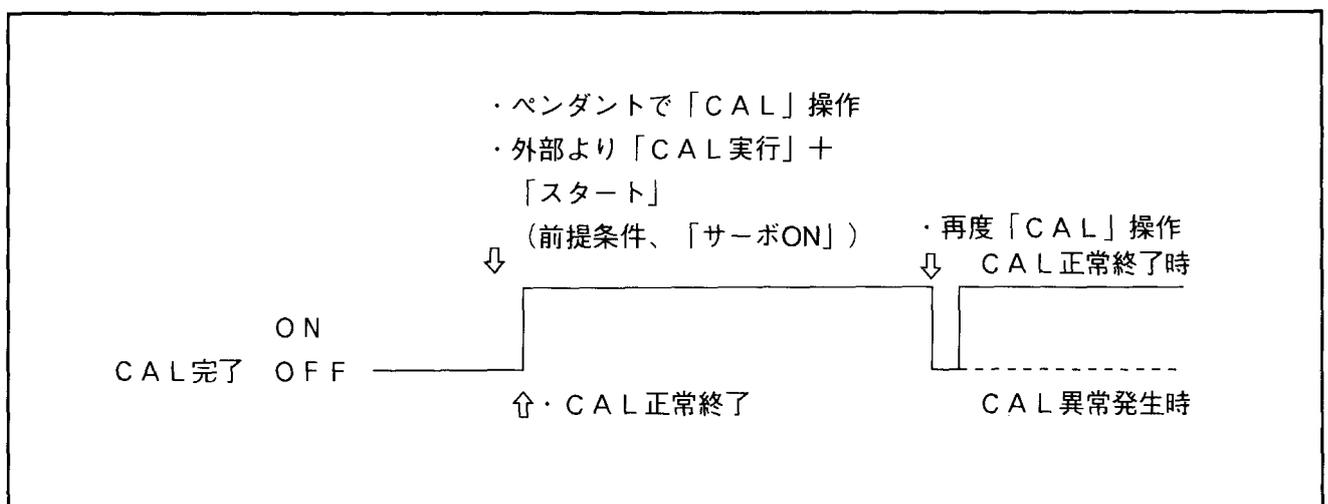

図3-11 CAL完了出力
①MCオペレーションまたはティーチングペンダントによる「CAL」操作。
②外部から「CAL実行」+「スタート」が入力されたとき。
(5) OFF条件
①図3-11に示すようにキャリブレーションが正常に終了しなかったときにOFFします。
②再度「CAL」操作をするとき、CALが正常終了するまでOFFします。
③CALSET完了時
④エンコーダエラー発生時